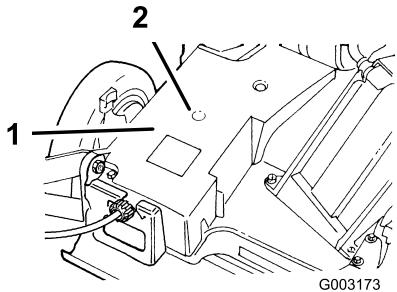

Figura 21
2. Limpie con un trapo limpio los puntos de engrase (Figura 21).
3. Conecte una pistola de engrasar en el punto de engrase a través del hueco de la cubierta de la correa (Figura 21).